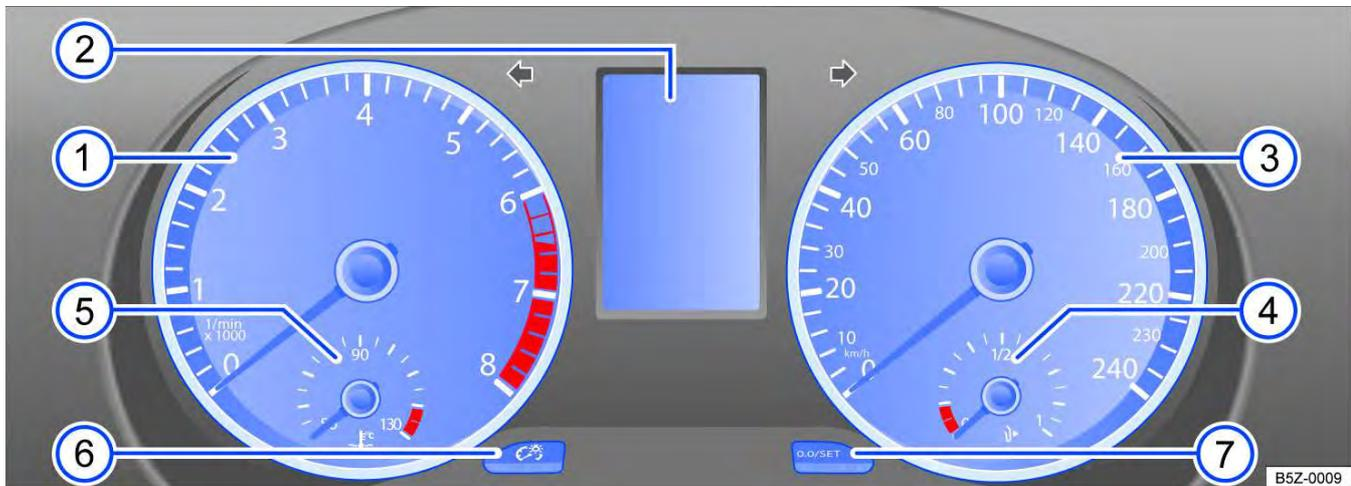

Fig. 36 Instrumento combinado no painel de instrumentos.
Significado dos instrumentos → Fig. 36:
⑤ **Indicador de temperatura do líquido de arrefecimento do motor** → Página 51.
⑥ **Botão para regulagem da iluminação do painel de instrumentos** → Página 90.
⑦ **Botão de ajuste do relógio** ou para trocar entre o indicador da temperatura externa e o relógio .
- Com a ignição ligada, para ajustar o relógio, se necessário, alterar para o indicador do relógio, pressionar a chave → Fig. 42 ② para cima ou para baixo ou pressionar o botão de ajuste → Fig. 36 ⑦.